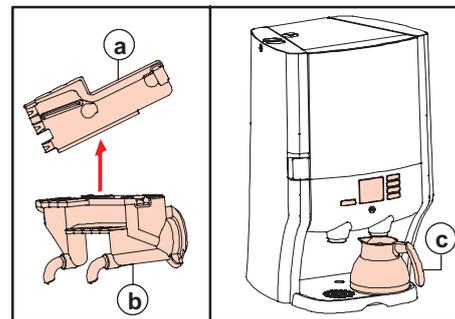

Fig. 40 Couvercle de la rigole / placement de la verseuse
10. Nettoyez la rigole. Enlevez le couvercle de la rigole (fig. 40 a et b). La rigole est lavable en lave-vaisselle.
14. Placez une verseuse sous le bec de sortie de **droite** (fig. 40 c).